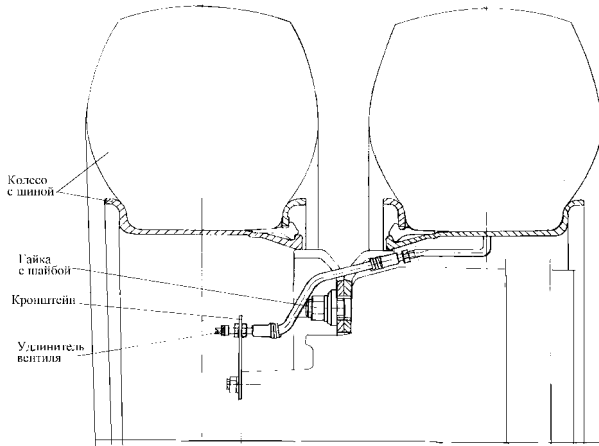

Рис. 217. Колеса дисковые двойные
**Колеса задние сдвоенные**(см. рис. 217), монтируются на ступицу по центральному отверстию в дисках колес и закрепляются 10 гайками с шайбами. Для доступа к вентилю внутренних колес применен удлинитель вентиля, закрепленный на кронштейне.